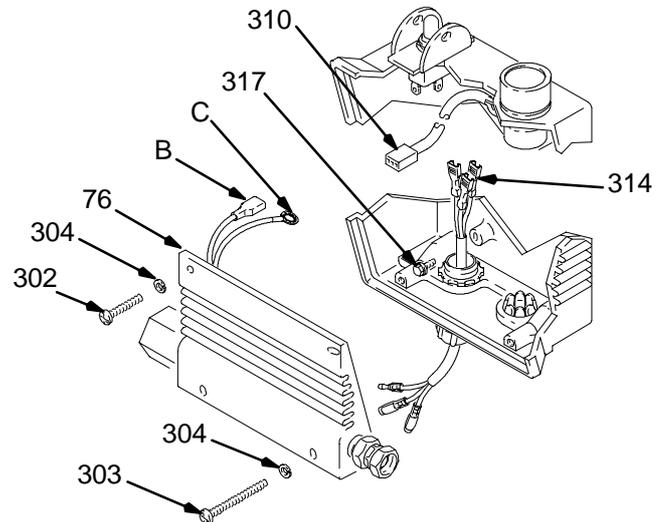

Abb. 8
3. Die vier Montageschrauben und Scheiben (302, 303, 304) vom Deckel der Druckkontrolle (76) abnehmen. Siehe Abb. 8.
4. Deckel (76) der Druckkontrolle vorsichtig entfernen, um nicht zu fest an den Kabeln zu ziehen.
5. Das schwarze und weiße Kabel des Druckkontroll-Kabelstrangs (314) vom Druckkontroll-Deckel nehmen.
6. Den Kabelsatz (310) des Potentiometers vom Druckkontroll-Deckel abnehmen.
7. Das rote Stromkabel (B) vom EIN-/AUS-Schalter abziehen.
8. Schraube (317) des Erdungsanschlusses lösen und das Erdungskabel (C) abziehen.